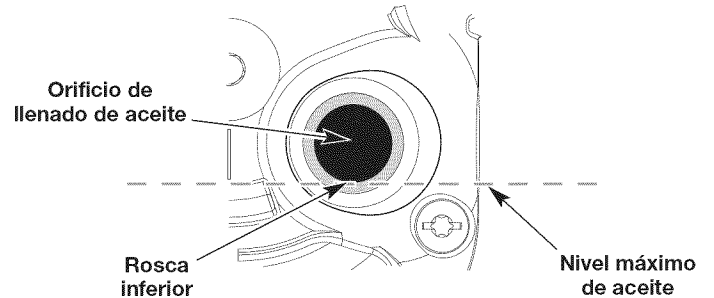

Fig. 18
5. Inspeccione el orificio de llenado de aceite, use una linterna si es necesario. **El nivel de aceite debe tocar justamente la rosca inferior del tapón de llenado de aceite** (Fig. 18). Si el nivel de aceite está muy bajo, añada aceite al orificio de llenado hasta que el aceite toque la rosca inferior del orificio.